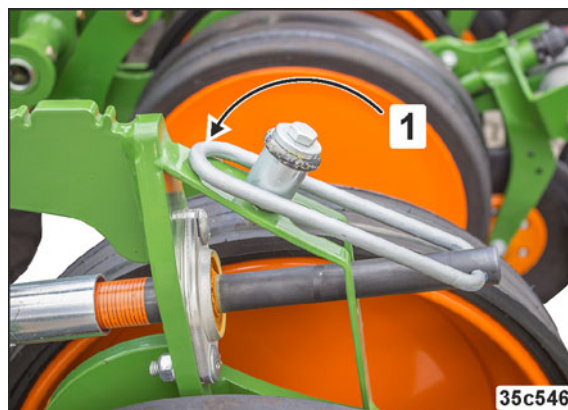

Fig. 176
3. Sécurisez l'étrier (Fig. 176/1) pour l'empêcher de tourner.